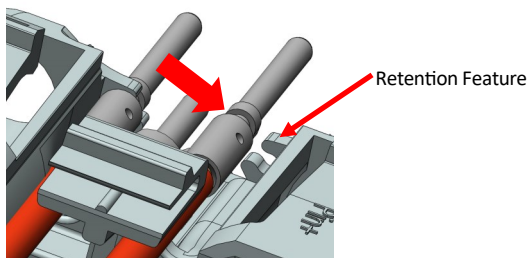

Abbildung 5
6. Die oberen Hilfskontakte auf dem Halter montieren (Abbildung 5):